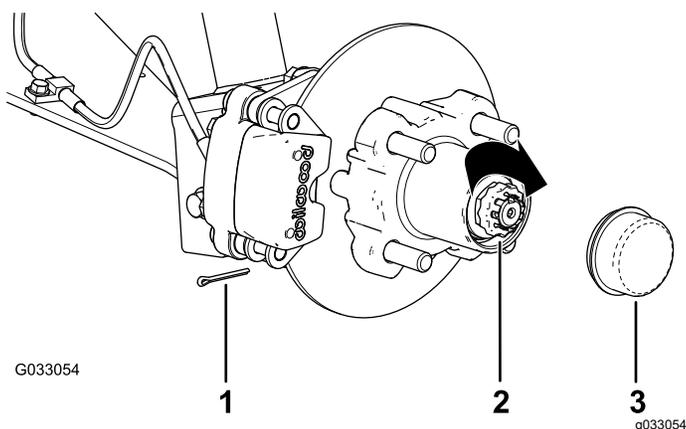

Рисунок 31
8. Установите держатель поверх гайки и проверьте совмещение паза в держателе с отверстием в оси под шплинт (Рисунок 31).
9. Установите шплинт и загните обе лапки вокруг держателя (Рисунок 31).
10. Установите пылезащитную крышку на ступицу (Рисунок 31).